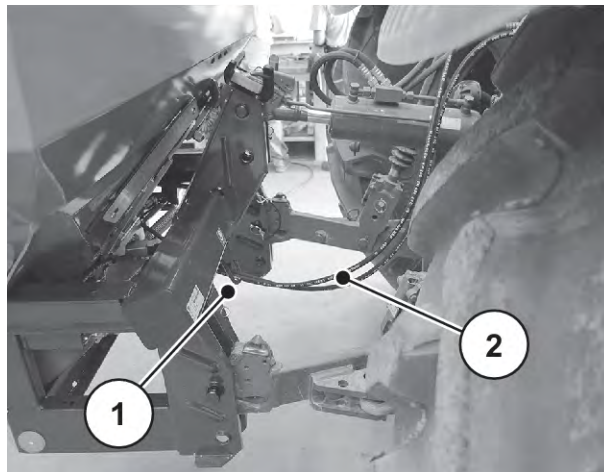

図 25: 油圧ホースのガイド
- ▶ 油圧ホースをクロスチューブの下に配置します。参照：図 25 油圧ホースのガイド